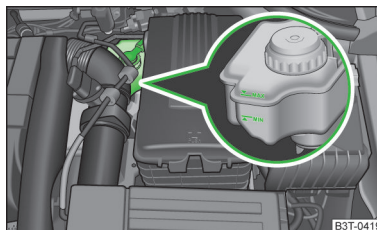

Fig. 168
- Si el nivel de líquido desciende por debajo de la marca MIN, » **fig. 168 de la página 203** **!** no siga conduciendo. ¡Existe peligro de accidente! Buscar la ayuda de un taller especializado.
El depósito de líquido de frenos del sistema se encuentra en el vano motor » **fig. 168**.
- Compruebe el nivel del líquido de frenos en el depósito » **fig. 168**.